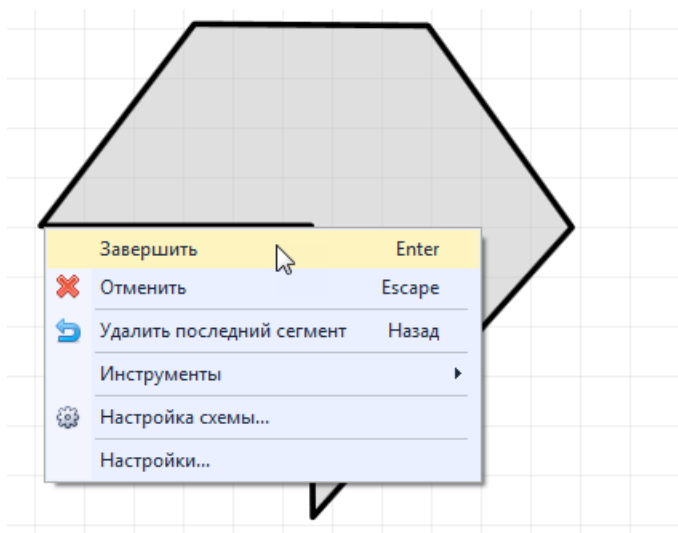

Рис. 380 Завершение построения фигуры
7. Нажмите Enter или «Завершить» в контекстном меню для завершения размещения многоугольника, Рис. 380.